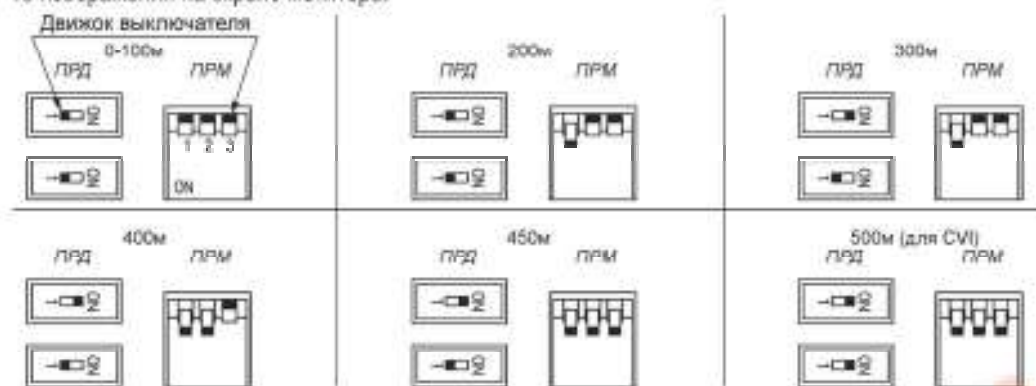

Рис.4 Выбор дальности переключателями дальности
2. Положение переключателей передатчика и приемника для разных дальностей показано на рис.4.